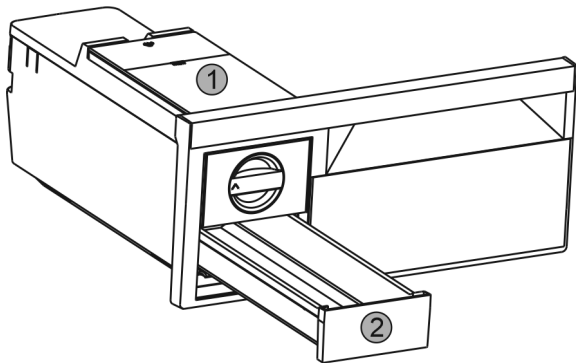

Fig. 62
- ▶ Scoateți rezervorul de apă Fig. 62 (1) și sertarul de cuburi de gheață Fig. 62 (2).